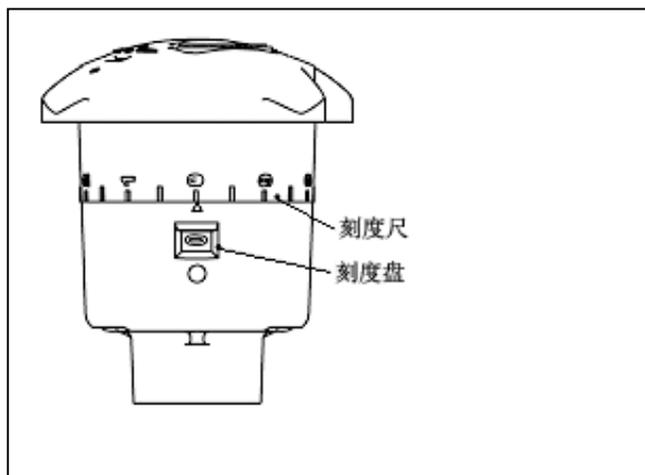
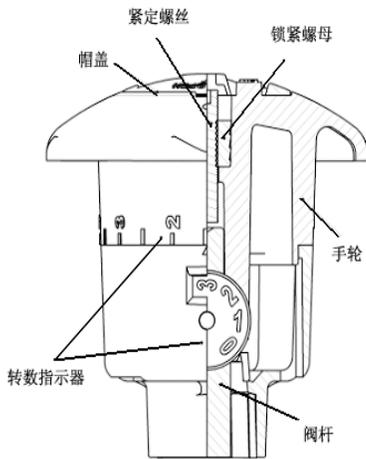

图 3 CBV 设置为 0.0 表示阀门关闭。手轮转数标度和测微计标度的读数都为 0。
图 6
此标度印在手柄下半部的一个齿轮装置的外表面（图 6）。手轮每旋转 360 度都可以通过展示窗看到，且标记为刻度 0-5，以此用整圈转数来表示阀门位置。（图 3）
此刻度尺标记为 0-9，位于手轮上半部。当每个标记与位于手柄转数展示窗上方的箭头方向一致时，表示转过一个 360 度整圈的十分之一。（图 3）
17. 通过手柄帽上的孔插入一个 2.5mm (3/32") 的内六角扳手。(图 6)